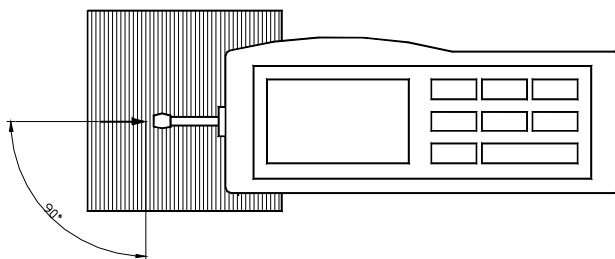

图 2-3 测量方向
d.参照图 2-3，传感器的滑行轨迹必须垂直于工件被测表面的加工纹理方向。